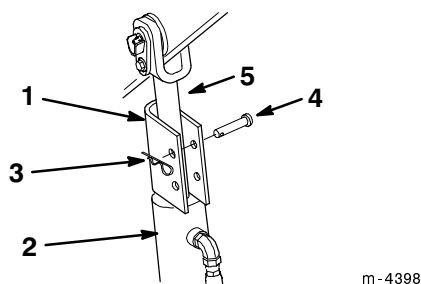

Abbildung 18
4. Über jeder Hubzylinderstange ein Hubarm-Zylinderschloß anbringen (Abb. 18).
5. Jedes Hubarm-Zylinderschloß mit Sicherungstift und Splint sichern (Abb. 18).